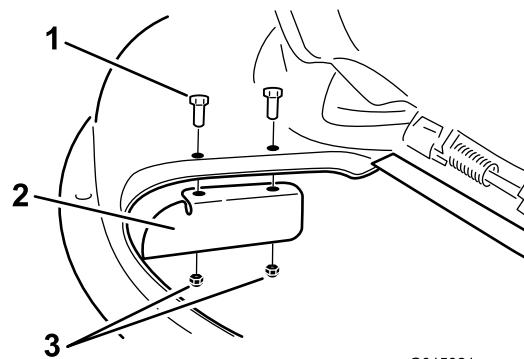

Figura 33
- Montate il deflettore di scarico sul piatto di taglio Figura 33. Fissate il deflettore sul tosaerba con i due dadi di bloccaggio (5/16 poll.).
3. Staccate il deflettore di scarico dal piatto di taglio (Figura 33).